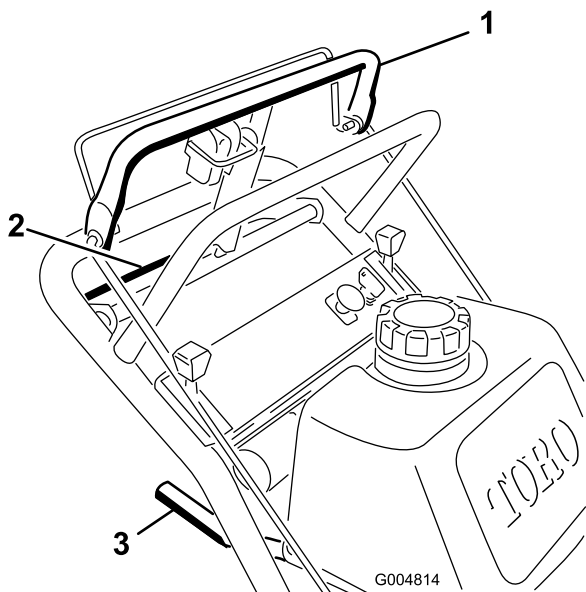

Bild 10
1. Legen Sie einen Vorwärtsgang ein, um vorwärts zu fahren (Bild 10).
3. Drücken Sie langsam auf den oberen Schaltbügel, um vorwärts zu fahren (Bild 10).
Üben Sie zum Geradeausfahren einen gleichmäßigen Druck auf beide Enden des oberen Schaltbügels aus (Bild 10).
Reduzieren Sie zum Wenden den Druck auf die Seite des oberen Schaltbügels in der Richtung, in der Sie wenden möchten (Bild 10).
3. Drücken Sie den unteren Schaltbügel und den unteren Griff langsam zusammen, um rückwärts zu fahren (Bild 10).
7. Aktivieren Sie den unteren Schaltbügel und heben Sie gleichzeitig den unteren Griff hoch, um über den Bordstein zu fahren (Bild 10 und Bild 11).
4. Aktivieren Sie den unteren Schaltbügel und heben gleichzeitig den unteren Griff hoch (Bild 10 und Bild 11).